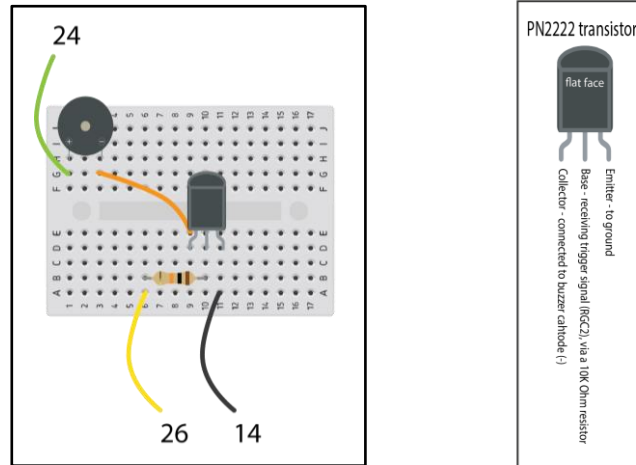

**Figure 18.** Emplacement du buzzer, du transistor, du cavalier entre le transistor et le buzzer, et de la résistance.
- a. Sur une mini-plaque d'essai, placez le buzzer, le transistor, la résistance de 10 k $\Omega$  et le cavalier, comme illustré à la **figure 18**.